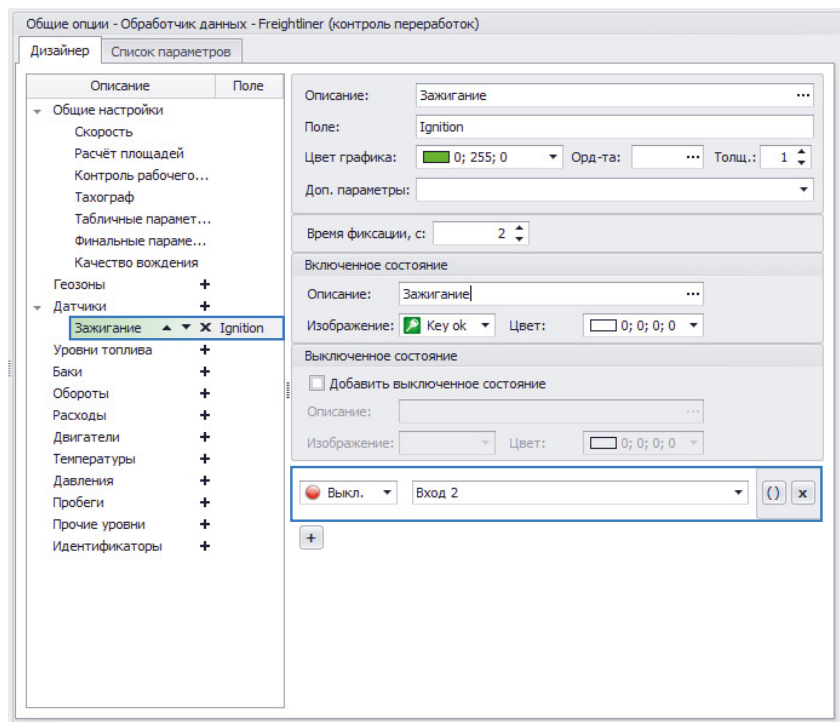

Рис.64. Настройка датчика зажигания.
Для индикации показаний цифрового входа 2 бортового контроллера необходимо создать в программе 1 цифровой датчик – добавить новый параметр в группу «Датчики» Дизайнера (Рис.64).
- настроить остальные параметры датчика. Пример настроек приведен на Рис.64.